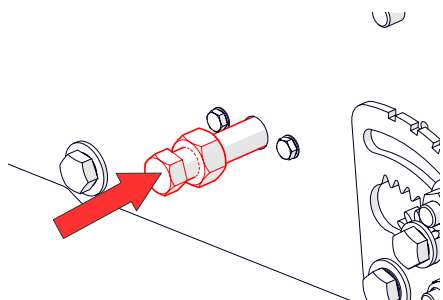
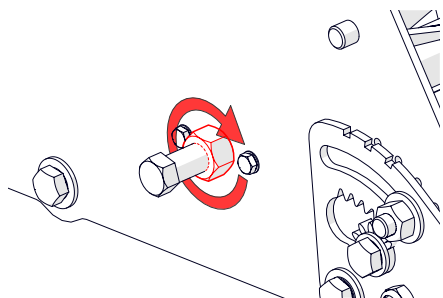

Fig. 11F - Serrare in posizione il bullone di bloccaggio.
Fig. 11G - Serrare in posizione il controdado.
8. Serrare il bullone di bloccaggio [chiave da 19 mm] (Fig. 11F) e poi il controdado [chiave da 24 mm] (Fig. 11G).